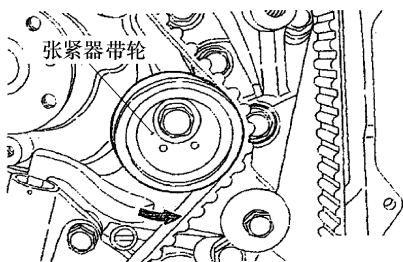

图 4-60 安装张紧器带轮
7) 如图 4-60 所示，向箭头方向抬起张紧器带轮，然后拧紧中心螺栓。